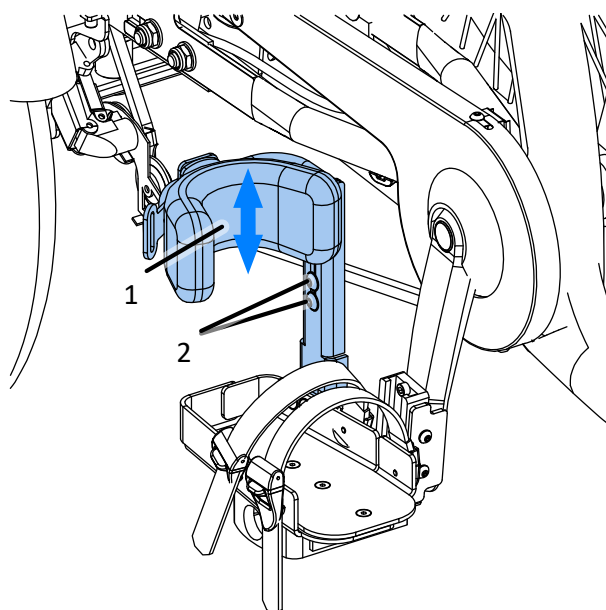

Abb. 32
Abb. 32 zeigt eine Fußschale mit Orthese. Stellen Sie die Höhe der Wadenstütze (1) ein, indem Sie die Schrauben (2) für die Stütze an der Seite der aufrechten Säule lösen, dann die Wadenstütze auf die gewünschte Höhe ausfahren und die Halteschrauben (2) festziehen. Nach der Höheneinstellung kann das Bein in der Orthese befestigt werden. Nachdem Sie die Höhe der Wadenstütze eingestellt haben, führen Sie den Gurt durch den Verschluss und schließen den Verschluss.